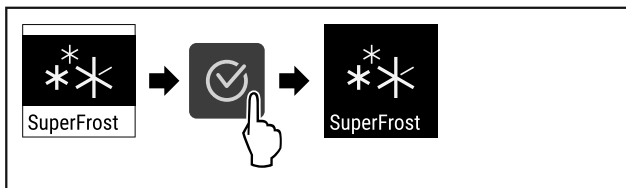

Fig. 93
- ▶ Atlikite veiksmus (žr. Fig. 93).